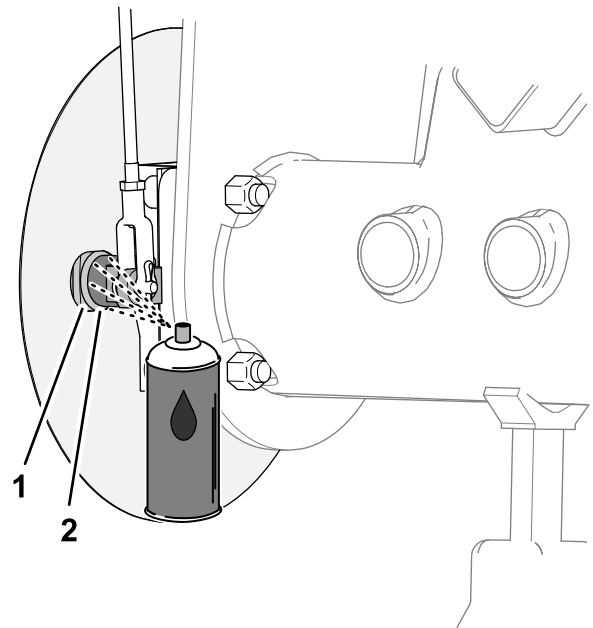
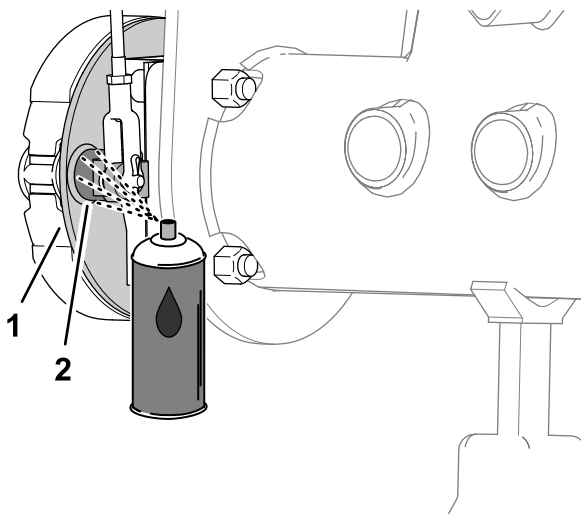

Figura 70
Figura 69
1. En el lado interior del plato del freno (máquinas sin deflector de hierba opcional en la llanta de la rueda) o en el deflector de la rueda (máquinas con deflector de hierba opcional), pulverice aceite penetrante entre el árbol de levas del freno y el plato fijo (Figura 69 o Figura 70).